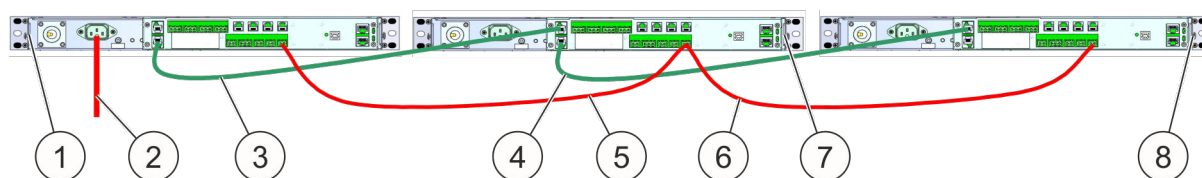

Fig. 34: Fornitura energetica e linea dati
1. ➤ Collegare l'alimentazione di rete (Fig. 34/2) di 100 – 240 V AC nel Master (Fig. 34/1).
2. ➤ Realizzare l'alimentazione di tensione (Fig. 34/5) tra Master e primo Slave (Fig. 34/7). Vedere anche Capitolo 3.3.6 "Alimentazione di tensione" a pag. 26.
3. ➤ Realizzare l'alimentazione di tensione (Fig. 34/6) tra Master e primo Slave (Fig. 34/8).
5. ➤ Collegare il cavo di collegamento *CAN-Bus (Master/Slave)* (Fig. 34/3) tra Master e primo Slave.
6. ➤ Collegare il cavo di collegamento *CAN-Bus (Master/Slave)* (Fig. 34/4) tra il primo Slave e il successivo Slave.